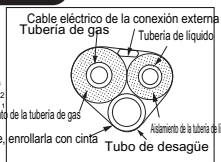

Fig.3
2. Extraiga las tuberías de la carcasa, enrrole la tubería de agua y los cables con cinta y páselos por el orificio para tubos (Como se indica en la Fig.3).